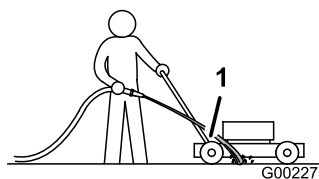

Figure 28
3. Tenez le tuyau d'arrosage à hauteur du guidon et dirigez le jet d'eau vers le sol, juste devant la roue arrière droite (Figure 28).